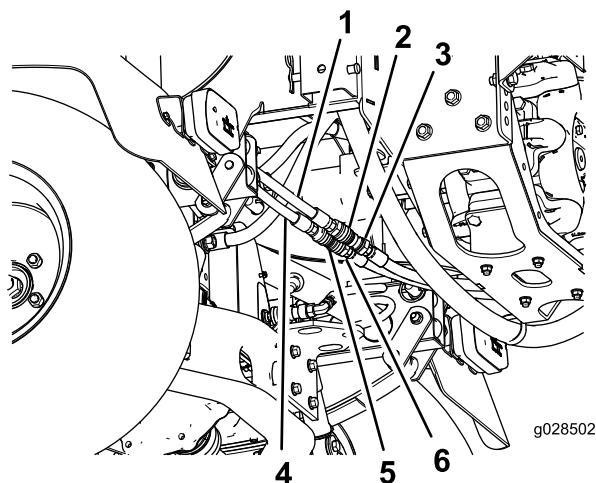

Bild 9
1. Befestigen Sie eine Buchsenschnellkupplung am Steckerende des Hydraulikschlauchs vom Hubauslegerventil (Bild 9).
3. Schließen Sie die Hydraulikschläuche an den Schnellkupplungen an, wie in Bild 9 abgebildet.